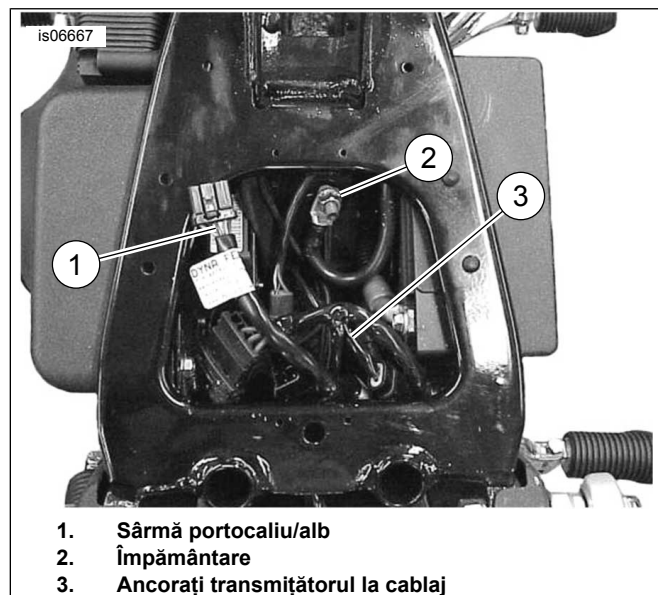

Figura 3. Montare transmisiător (Dyna)
2. Consultați Figura 3 . Utilizați curele de cablu pentru a fixa transmisiătorul la cablajul de la modelul Dyna (3), situat sub șa și lângă compartimentul bateriei. Ghidați firele transmisiătorului spre înainte, de-a lungul părții drepte a cadrului.